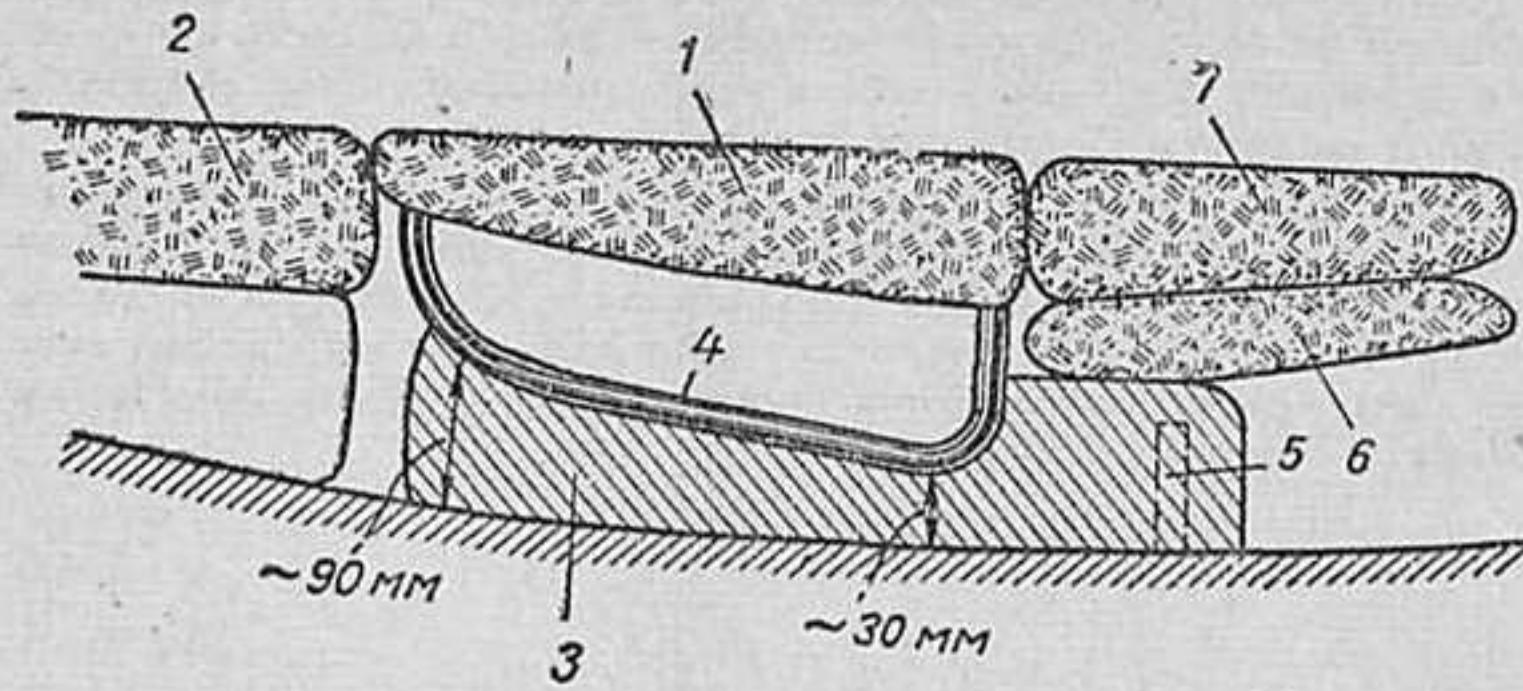

Рис. 4
3. В некоторых случаях применяют перемещение переднего сидения назад, без его развертывания (рис. 4). Спинки сидения в этом случае должны быть сняты. Переднее сидение 1 придвигают вплотную к заднему 2. Для выравнивания поверхности применяют деревянные колодки 3, помещаемые с обеих сторон под основание 4 сидения. Примерные размеры такой колодки показаны на рис. 4. В переднем конце каждой колодки должно быть просверлено отверстие, которым колодка надевается на выступающий из пола установочный болт 5 крепления основания сидения к кузову. Спинки 6 передних сидений кладут вперед, как показано на рисунке, а на них сверху помещают также снятую со своего места спинку 7 заднего сидения. Получается ровная и довольно длинная постель.